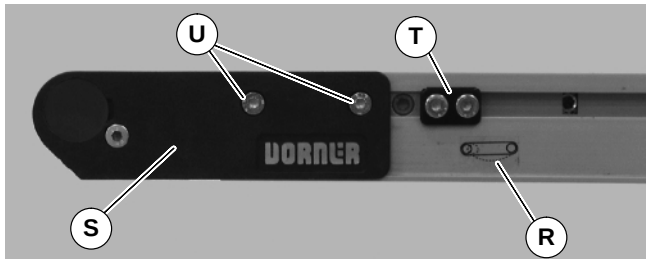

Abbildung 21
6. Am Spannungsende des Förderbandes, das mit einem  Etikett gekennzeichnet ist (R siehe Abbildung 21), vordere Deckplattengruppe hinein-drücken (S): Zu beiden Seiten des Förderbandes die Spurführungsnocken lockern und (T) (falls damit ausgestattet) von den vorderen Platten weg bewegen, dann die Befestigungsschrauben lösen (U), und vordere Plattengruppe nach innen schieben.